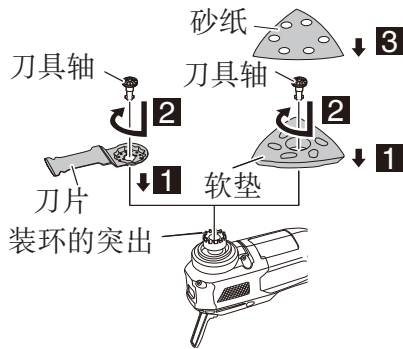

图11
(3) 将应用工具安装到连接环上，确保工具的孔与连接环的突起相吻合。应用工具的连接角度可以以 30° 为单位设置。(图11)
(4) 牢固地插入工具轴，同时顺时针旋转。(图11)
(6) 将砂纸粘在砂垫上时，要对准孔。(图11)